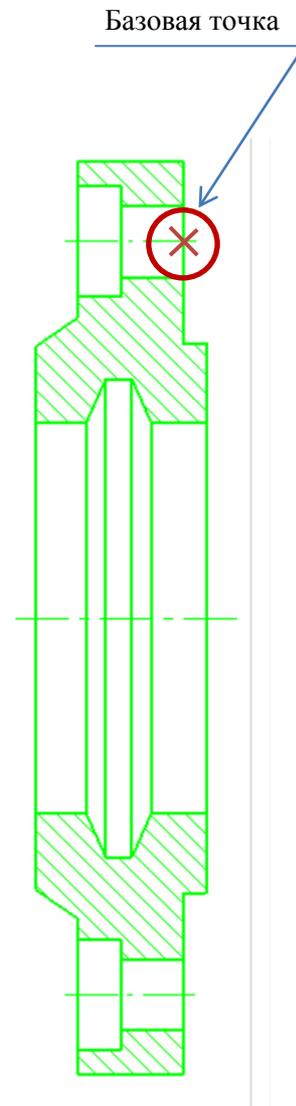

Рис. 4.15. Базовая точка для копирования изображения «Крышка б»
- Замените верхнюю половину вида разрезом с помощью команды «Симметрия» (см. п. 2.1), (рис. 4.15).
- Укажите базовую точку, как показано на рис. 4.15.